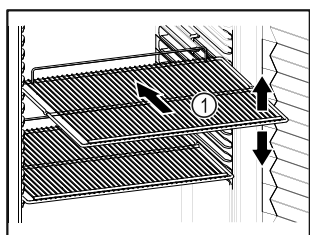

Fig. 49
- Ha a tároló rácsok Fig. 49 (1) áthelyezhetők, akkor igazítsa be őket a kívánt magasságnak megfelelően.